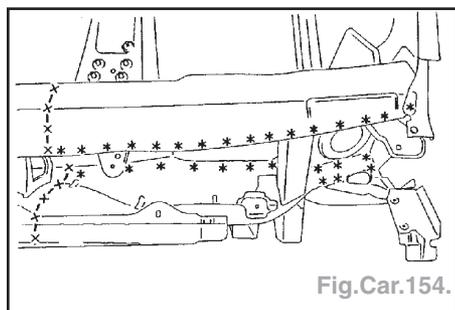

Fig.Car.154.
- Dégraffer les points à l'aide d'une fraise de Ø 8 mm (Fig.Car.154).